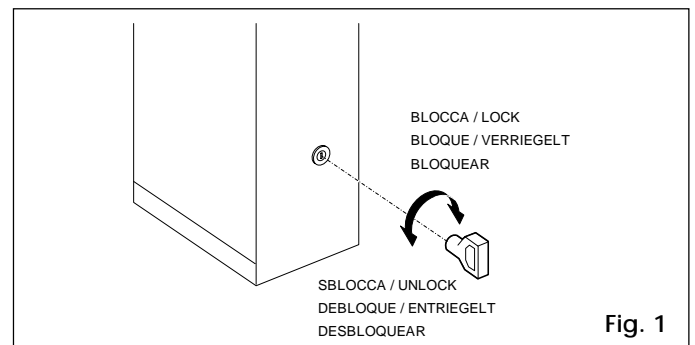
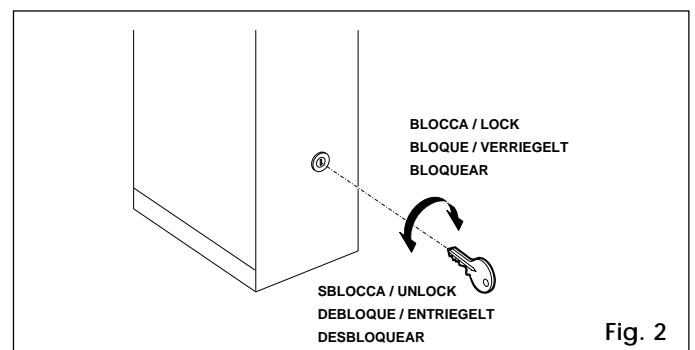

Fig. 1
Fig. 2
- Insertar la llave triangular (Fig. 1) o personalizada (Fig. 2) en la cerradura y darle una vuelta hacia la izquierda.